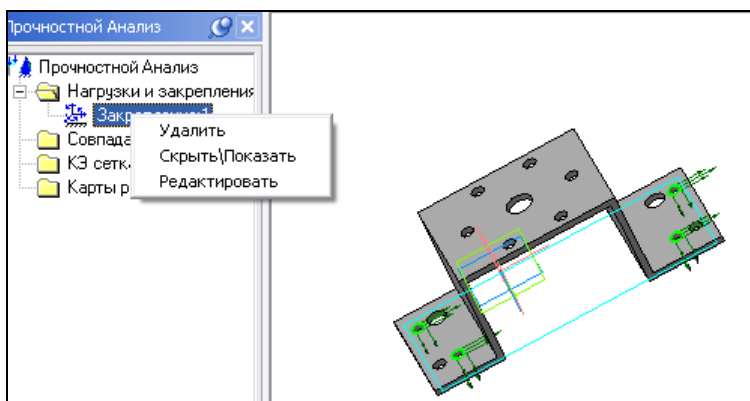

Рис. 10.16. Объект **Закрепление1**
- ◆ выбор объектов закрепления производится установкой указателя мыши на грань или ребро и щелчком ЛК. При выборе объектов меняется вид указателя мыши. Это необходимо учитывать и для удобства выбора использовать команды панели **Фильтры**. Укажите в окне модели поверхности закрепления (отверстия крепления). В окне модели появились фантомы стрелок в местах закрепления (рис. 10.16). На Панели свойств: **Закрепление**:
- ◆ для фиксации закрепления нажмите кнопку **Создать объект** на Панели специального управления. В окне модели в Дереве Прочностной Анализ в стадии **Нагрузки и закрепления** появился объект **Закрепление1** (рис. 10.16). При его выделении ПК мыши из контекстного меню можно выбрать три команды: **Удалить**, **Скрыть/Показать** и **Редактировать**. Вы можете ими воспользоваться в случае неправильного указания мест закрепления, удаления или скрывания данного объекта;